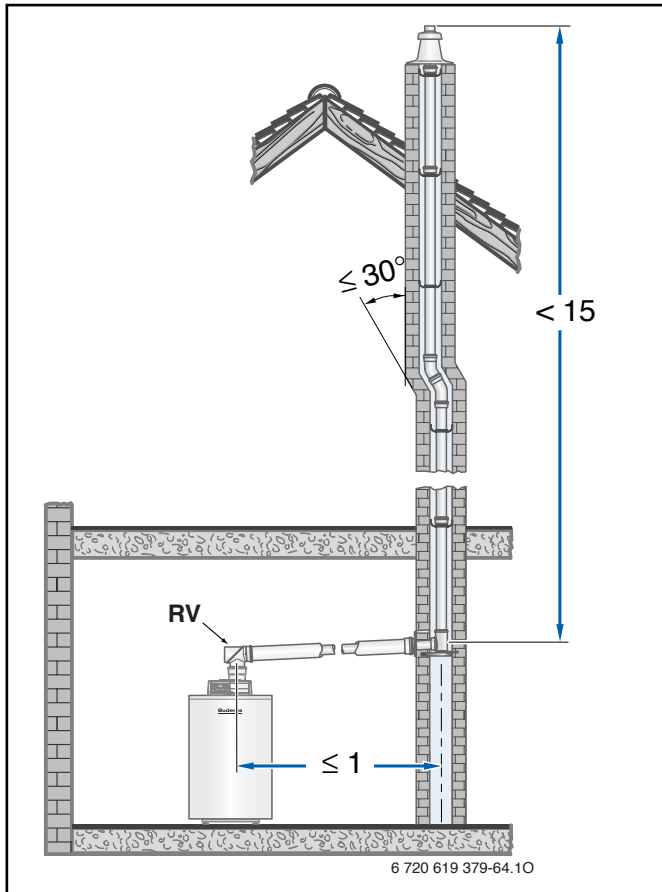
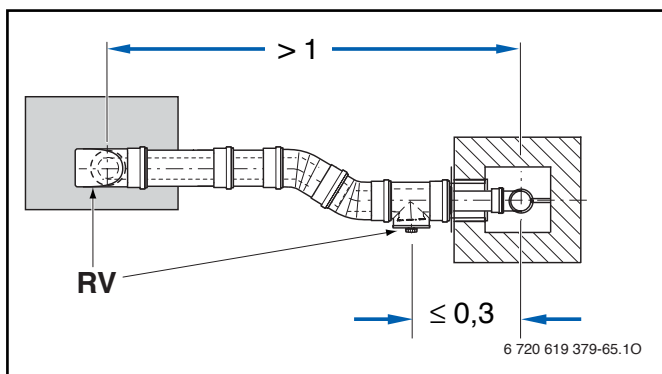

Figura 70 Esempio di disposizione di apertura di ispezione per condotto fumi senza deviazione in locale di posa (quote in m)
Figura 71 Esempio di disposizione delle aperture di ispezione per un condotto fumi con deviazione in locale di posa – vista dall'alto (quote in m)
Secondo UNI 7129:2008e UNI 11071 (e anche DIN 18160-1 e DIN 18160-5) gli impianti di evacuazione fumi per esercizio indipendente dall'aria nel locale devono poter essere controllati e puliti in modo semplice e sicuro. Al riguardo devono essere previste aperture di ispezione (→ figura 70 e figura 71).
- sul lato anteriore nella sezione diritta, orizzontale del condotto fumi lontano al massimo 1 m dalla curva nella sezione verticale, purché non vi sia in mezzo alcuna deviazione (→ figura 70), oppure
- lateralmente nella sezione orizzontale del condotto fumi lontano al massimo 30 cm dalla curva nella sezione verticale (→ figura 71)
- l'apertura di ispezione inferiore è eseguita secondo DIN 18160-1 e 18160-5 (→ figura 70 e figura 71)